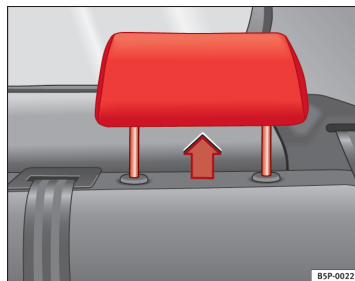

Fig. 5 Hovedstøtte i brugsposition
- Tre **brugspositioner** ⇒ Fig. 5. I disse positioner fungerer hovedstøtten som en almindelig hovedstøtte, og sammen med sikkerhedsselen beskytter den bagsædepassagererne.